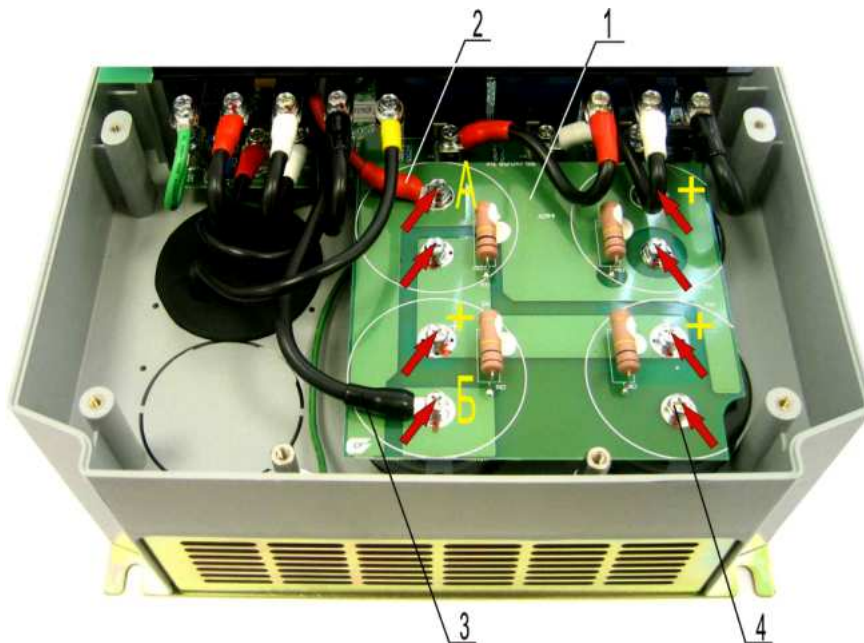

Рис. 6.13
**Примечание.** Если конструкция емкостной платы соответствует рис. 6.13, технологический процесс выполнять с учётом следующих изменений:
п.6.8.3 Открутить восемь винтов 4 крепления платы 1 (рис. 6.13). Снять наконечники проводов 2 и 3 с платы. Снять плату с конденсаторов. Положить винты, провода и плату в тару.